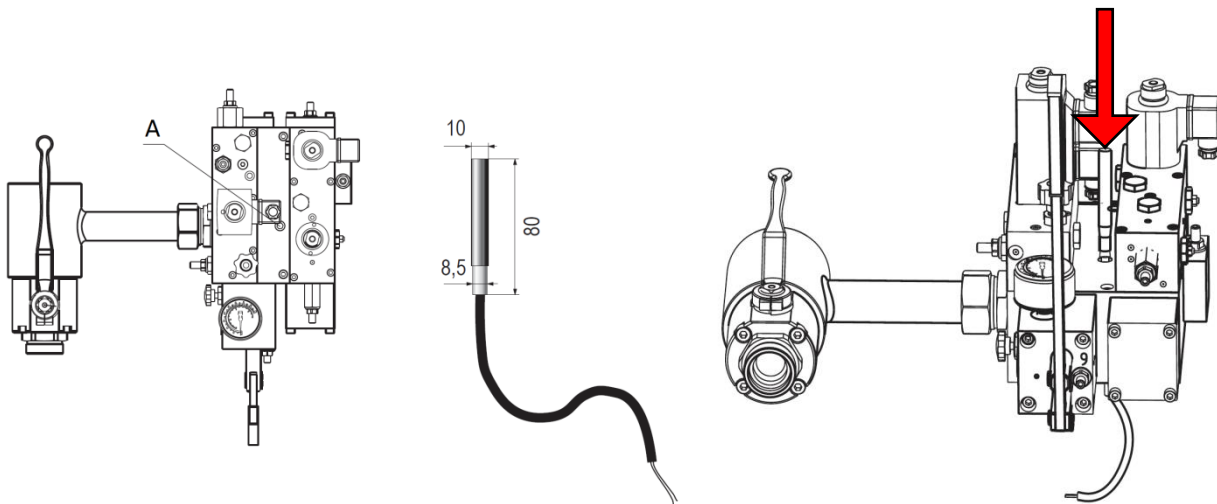

Fig. 1 - Applicazione resistenza 60 W su valvola "NL"
L'applicazione della resistenza alla valvola "NL" consiste nell'inserire la resistenza nel foro "A" del blocco valvole con il cavo di collegamento verso l'interno del serbatoio come mostrato in Fig. 1.
- Svitare il tappo "A" - Fig. 1.